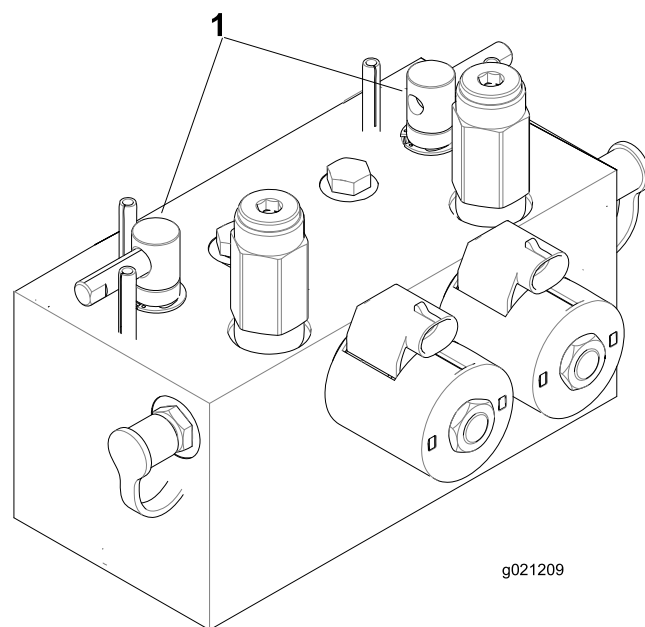

Figura 75
2. Desbloqueie e levante o banco para expor as alavancas de rectificação (Figura 75).
5. Selecciona as alavancas de rectificação dianteiras, traseiras ou ambas para determinar quais as unidades a rectificar (Figura 75).